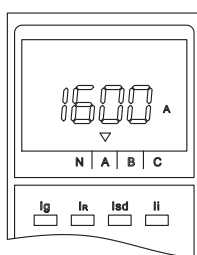

图67 A相电流显示界面
① 缺省状态：缺省状态即为测量状态，故障指示灯都灭，控制器处在无按键操作，显示最大电流。在缺省状态若按“→”，循环显示L1、L2、L3(LN)、Lg电流值。示例图见图67